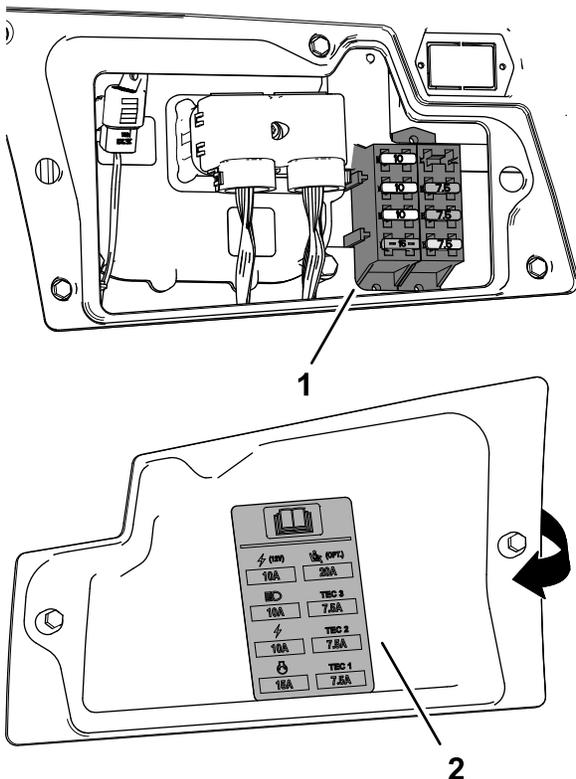

Рисунок 98
- Замените перегоревший предохранитель (Рисунок 98) на предохранитель такого же типа и номинальной силы тока.